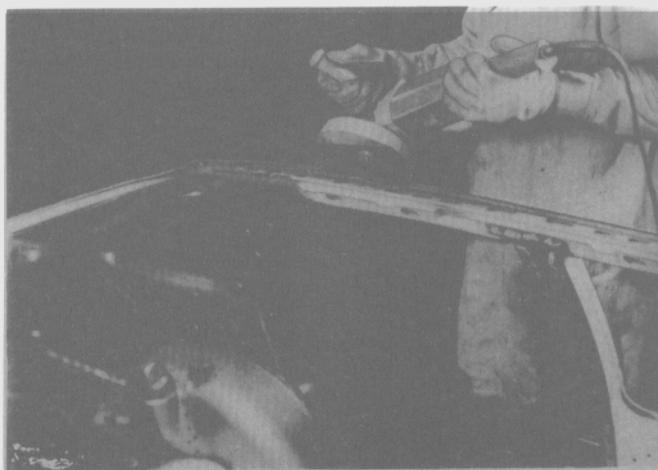

Fig. 48
- Para asegurar una buena superficie de contacto y un ajuste adecuado del nuevo panel, esmerilar ligeramente las pestañas de los goteros (Fig. 48).